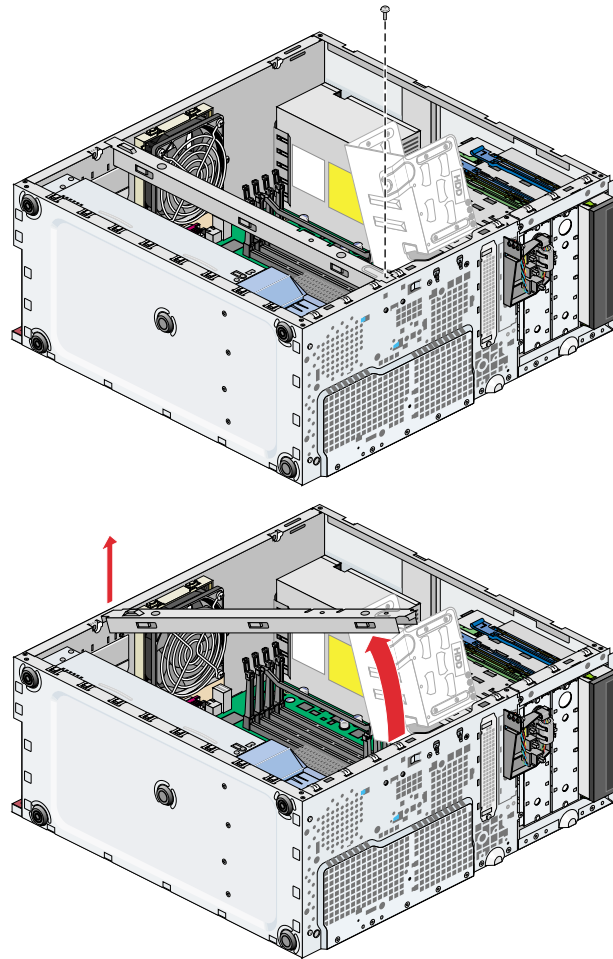

Abbildung 4-24 Entfernen der Gehäusestrebe
3. Entfernen Sie die Schraube, mit der die Gehäusestrebe am Gehäuse befestigt ist. Klappen Sie dann die Gehäusestrebe zur Rückseite des Gehäuses und entfernen Sie diese. Siehe Abbildung 4-24.